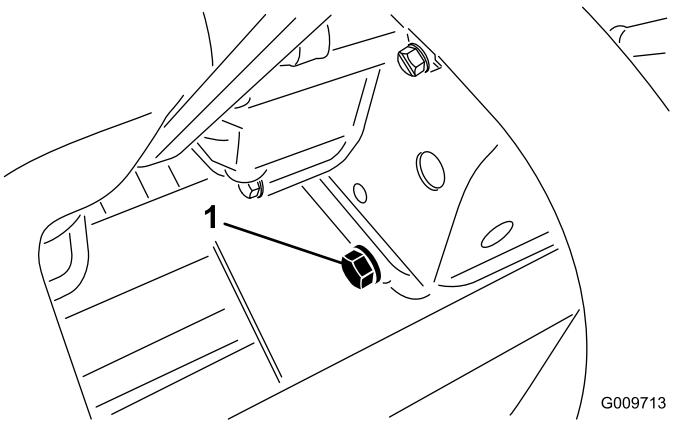

图 56
1. 拆下排油塞（图 56）让油流入放油盘。油不再流时安装排油塞。